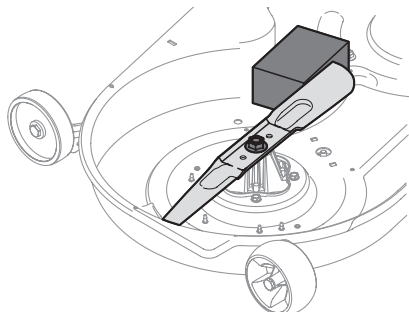

Fig. 50
- Coloque un bloque de madera entre el deflector del alojamiento de la plataforma y la cuchilla de corte para que actúe como estabilizador (Fig. 50).
3. Coloque un bloque de madera entre el deflector del alojamiento de la plataforma y la cuchilla de corte para que actúe como estabilizador (Fig. 50 en la página 70).